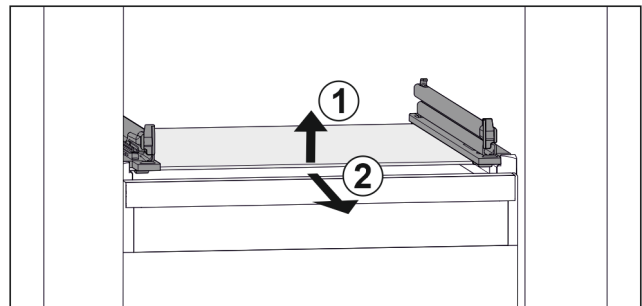

Fig. 112 Приблизне відображення скляної пластини
- ▶ Підняти скляну пластину спереду. Fig. 112 (1)
- ▶ Вийняти скляну пластину рухом вперед. Fig. 112 (2)